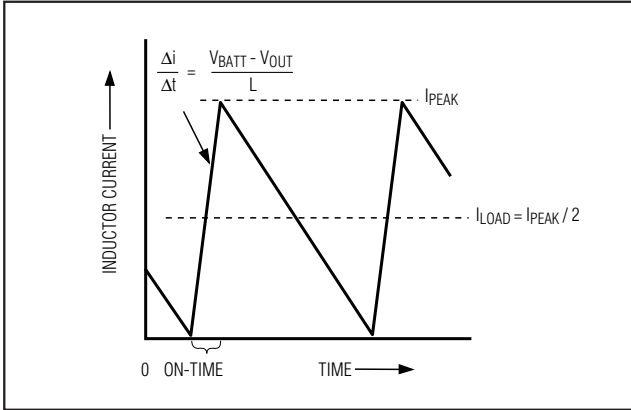

図4. パルススキップ/断続クロスオーバー点
ここで、Kはオン時間スケールファクタです(表4)。PFM/PWMクロスオーバーが発生する負荷電流レベルI_{LOAD(SKIP)}は、インダクタ値の関数であるピークトゥピークリップル電流の1/2です(図4)。
- 1) V_{IN} が低く、 V_{OUT} が高く、負荷電流が最大の状態で、最低(谷間)インダクタ電流($I_{L(MIN)}$)を決定します。最低インダクタ電流は、 I_{LOAD} からリップル電流の半分を引いた値です(図4)。